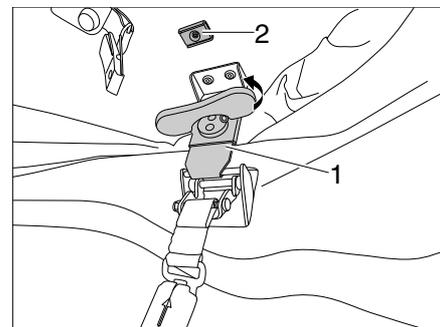
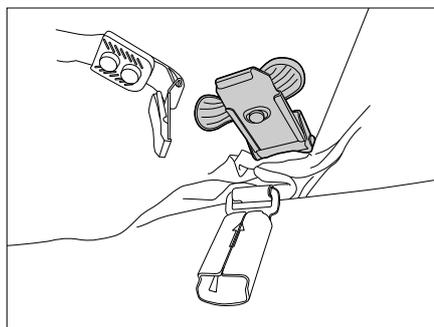

Bild 44 Verriegelungen entspannen
Bild 45 Verriegelung fixieren
- Drehgriffe der linken und rechten Verriegelung (Bild 44,1) aufstellen und gegen den Uhrzeigersinn drehen, bis die Verriegelungen entspannt sind.
- Drehgriff wieder nach unten klappen und den Verriegelungsmechanismus am Magnet (Bild 44,2) fixieren (Bild 45).